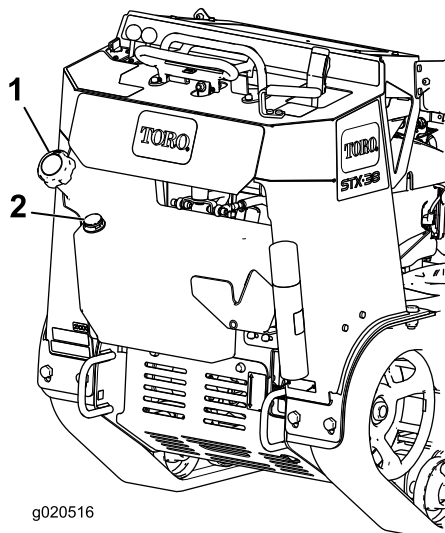

Figura 18
3. Limpe a zona em redor da tampa do depósito de combustível e retire-a (Figura 18).